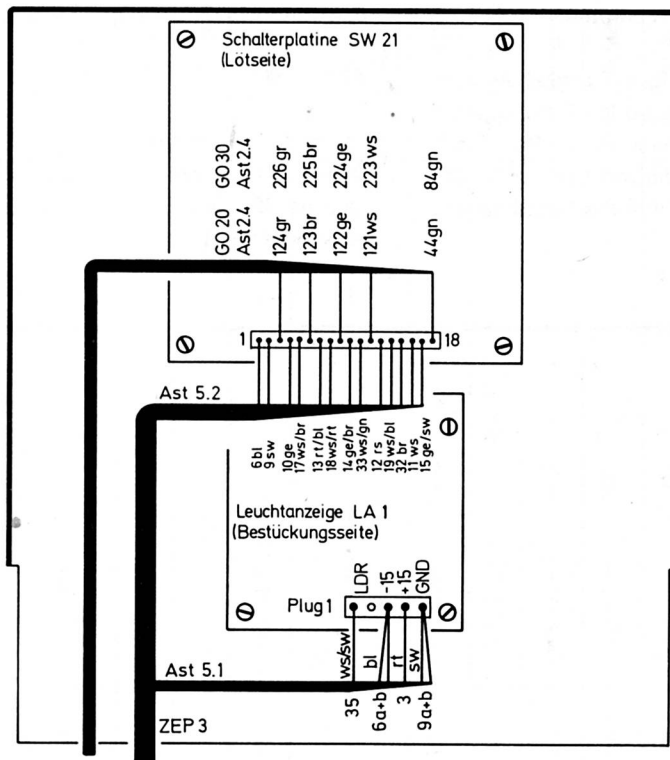

Abb. 17: Ast 5 am unteren, rechten Bedienfeld
5. Ast 5 nach Abb. 17 am unteren rechten Bedienfeld anschließen.